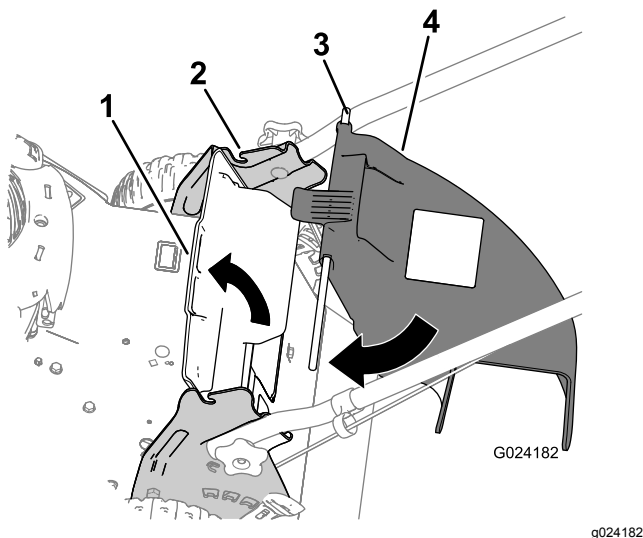

Figure 15
1. Soulevez le déflecteur arrière (Figure 15).
2. Insérez les extrémités de la goulotte d'éjection latérale dans les crans des supports du guidon (Figure 15).